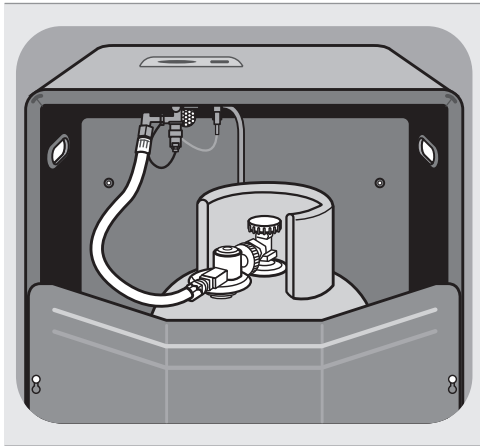

Abb.3: Installation der Gasflasche
1. Stellen Sie die Gasflasche in den Innenraum des Gas-Heizofens. Beachten Sie dabei: Der Gasschlauch darf auf keinen Fall geknickt und/oder verdreht werden. Drehen Sie die Flasche so, dass Gasschlauch und Druckregler nach außen zeigen (siehe Abb. 3). Stellen Sie sicher, dass der Gasschlauch genügend Raum hat und somit keine Knicke auf-